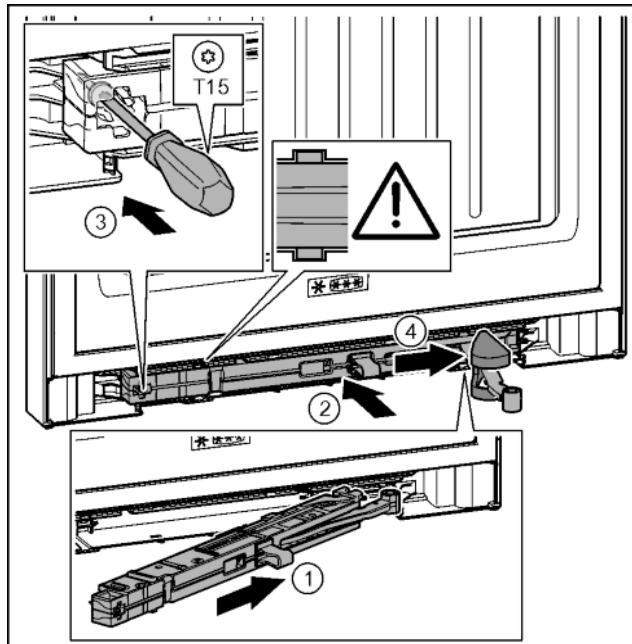

Fig. 41
- Вставить узел амортизатора со стороны опорного кронштейна в выемку до упора под наклоном. *Fig. 41 (1)*
- Полностью вставить узел амортизатора в выемку. *Fig. 41 (2)*
- Затянуть винт отверткой T15. *Fig. 41 (3)*
- Переместить крышку над шарниром. *Fig. 41 (4)*